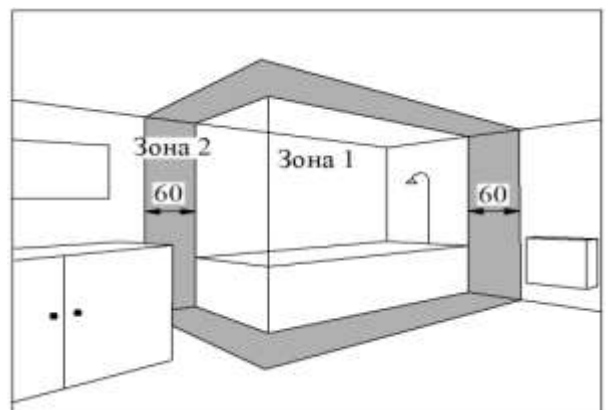

Рис. 4
5.6 Конвектор допускается устанавливать в ванных комнатах, душевых (рис. 4). При этом установка конвектора запрещается: